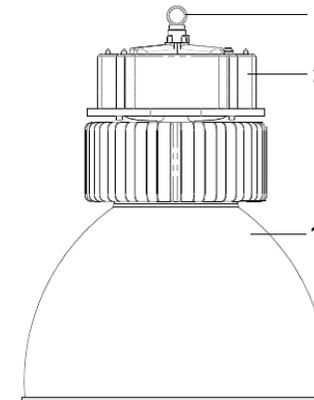

Рис.1. Светильник в сборе
6. Правила эксплуатации и порядок установки светильника (Рис.1)
- 6.6. Если рассеиватель светильника (1) – Рис.1 поставляется отдельно, то извлеките рассеиватель из упаковки и прикрепите к корпусу светильника, используя винты, входящие в комплект.